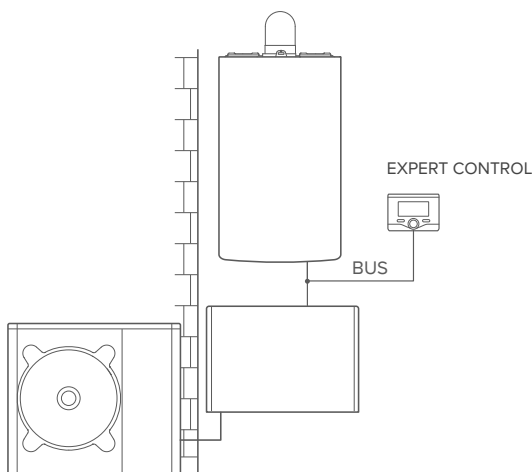

fig.7
Activation des fonctionnalités TD et TC dans un système hybride de base (fig. 7)
1. Appliquer l'adhésif double face derrière la plaque de support (Figure 7), retirer la bandelette de protection et fixer la plaque sur la tôle de la chaudière ;